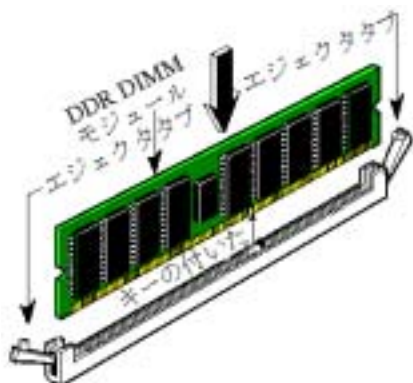

図 2-6. DDR メモリモジュールのインストール
**ステップ 5.** 図のように、DDR DIMM をメモリ拡張スロットに挿入します。図 2-6 でメモリモジュールにキーノッチ(keyed)があることを良く見てください。これは、DDR DIMM が誤った方向に装着できないようにするためのものです。方向が誤っていないのを確認し、ソケット奥までしっかりと押し込んでください。イジェクトタブを内側に閉じて、切り欠き部分に入るのを確認します。